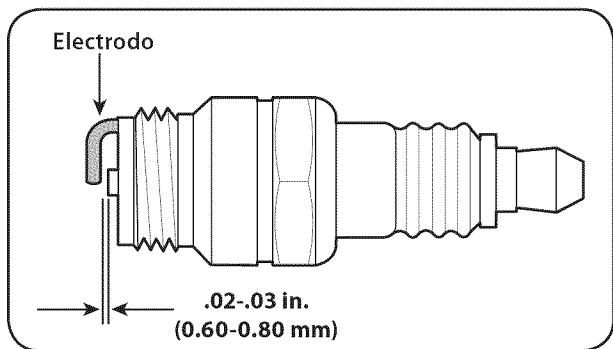

Figura 7-3
3. Mida la separación de bujía con un calibre. Realice los ajustes necesarios torciendo el electrodo lateral, Figura 7-3. La separación de ajustarse en 0,02-0,03 pulgadas (0,60-0,80 mm).